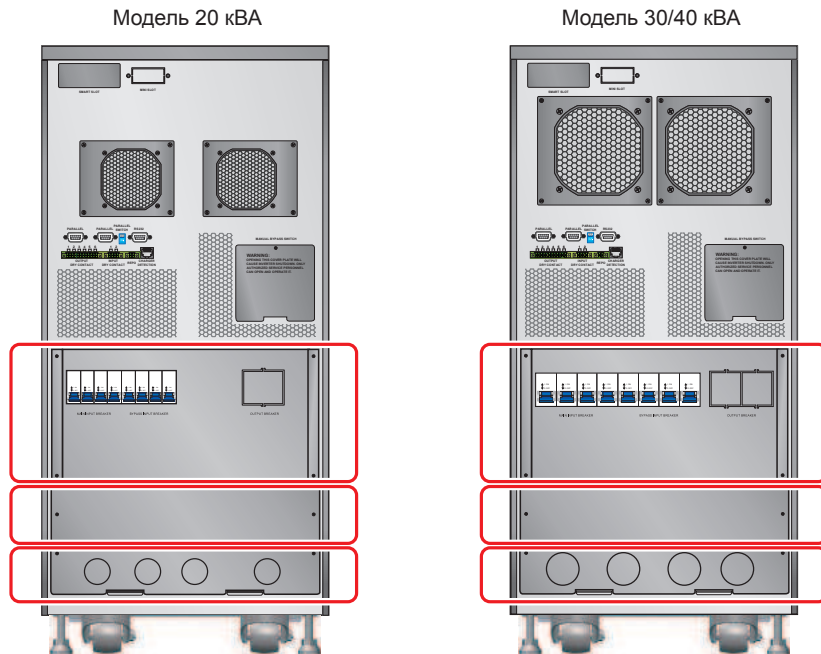
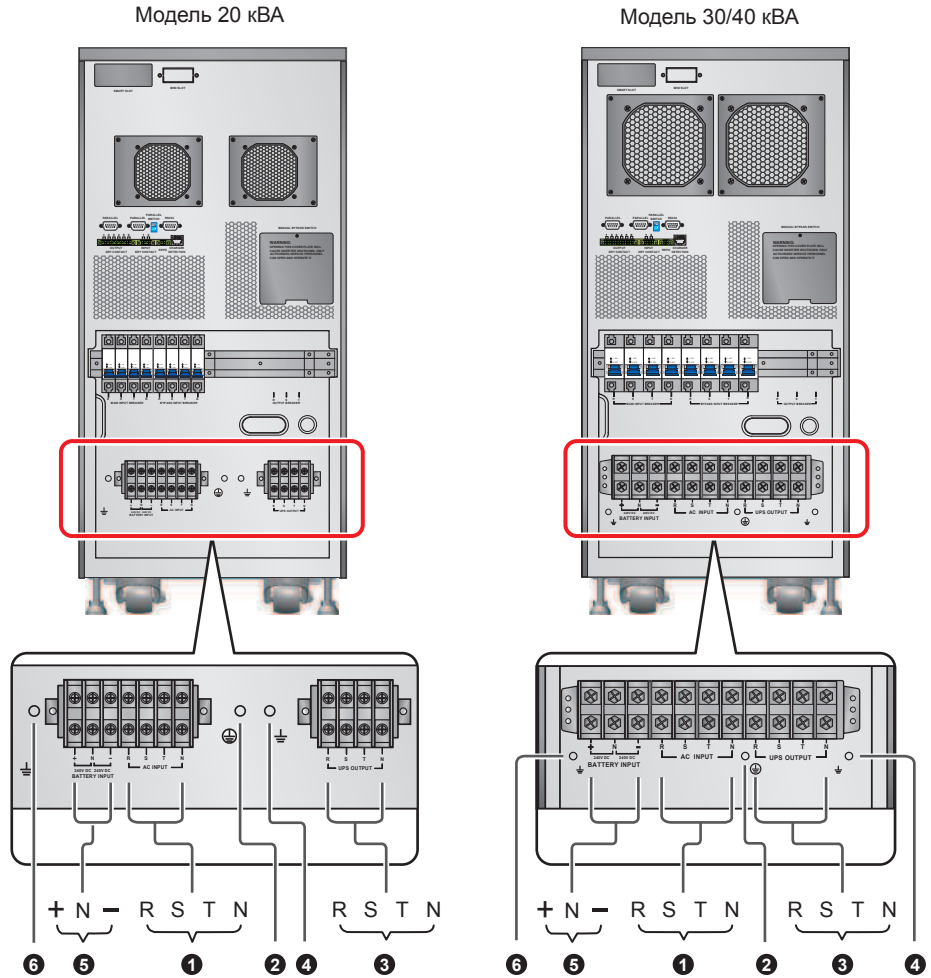

Рис. 6-5. Расположение панелей
Рис. 6-8. Блок зажимов
- 1 Снимите крышки, показанные на **рис. 6-5**, для доступа к блоку зажимов (см. **рис. 6-8**).
- 2 Убедитесь, что вы разобрались с подключениями к блоку зажимов, показанными на рис. 6-8.